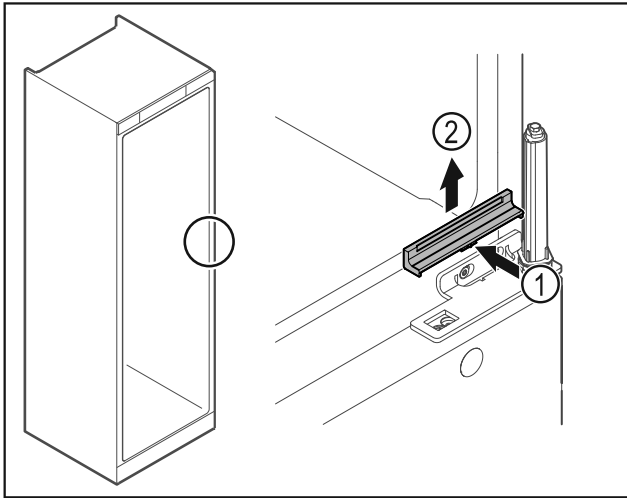

Fig. 30
- ▶ Finoman nyomja be a közepén a burkolatot Fig. 30 (1), és felfelé vegye le Fig. 30 (2).